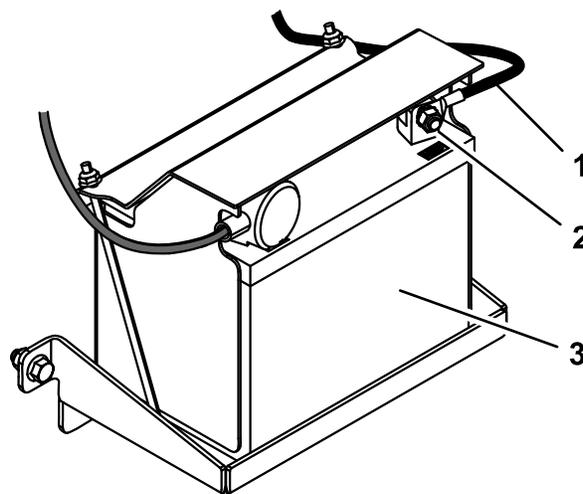

**Рисунок 5**
2. Прикрепите трос дроссельной заслонки поверх нижней рукоятки при помощи кабельной стяжки (**Рисунок 5**).
- Наденьте хомуты на тубус для хранения *Руководства оператора* и установите его на верхнюю часть нижней рукоятки, используя 2 болта со шлицевыми головками и 2 контргайки (Рисунок 5).